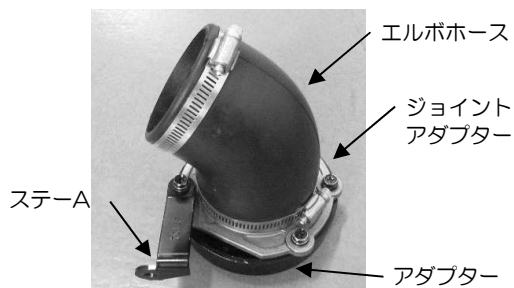

図 6
- 5) アダプター、ジョイントアダプター、エルボホース、ステーA を組み立てます。図 6 参照